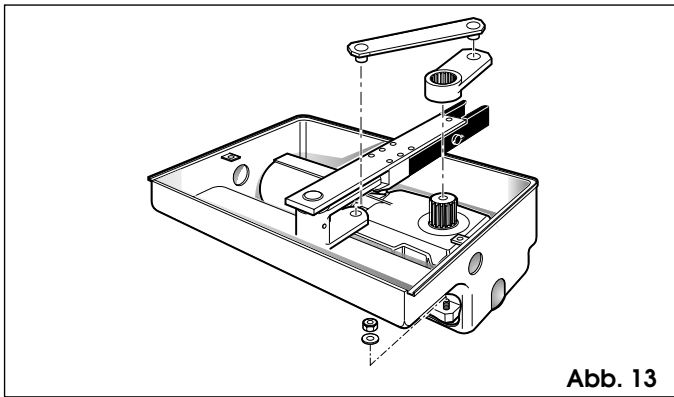

Abb. 13
- 2) Antrieb mit den Befestigungsschrauben auf dem tragenden Gehäuse ausrichten und anhand der mitgelieferten Muttern und Scheiben festmachen (Abb. 13).
- 3) Torflügel von Hand schließen und die mitgelieferten Antriebshebel gem. Abb. 13 installieren.